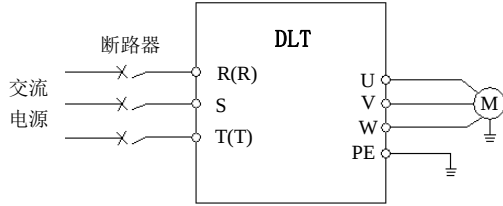

图 3-3 主回路简单配线
- (1) 接线前,确保已完全切断电源 10 分钟以上,否则有触电危险。
- (2) 严禁将电源线与变频器的输出端 U、V、W 连接。
- (3) 变频器本身机内存在漏电流,为保证安全,变频器和电机必须安全接地,接地线一般线径为 3.5mm² 以上铜线,接地电阻小于 10Ω。
- (4) 变频器出厂前已通过耐压试验,用户不可再对变频器进行耐压试验。
- (5) 变频器与电机之间不可加装电磁接触器和吸收电容或其它阻容吸收装置,如图 3-3。
- (6) 为提供输入侧过电流保护和停电维护的方便,变频器应通过中间断电器与电源相连。
- (7) 继电器输入及输出回路的接线(X1~X6、FWD、REV、OC、DO),应选用 0.75mm² 以上的绞合线或屏蔽线,屏蔽层一端悬空另一端与变频器的接地端子 PE 相连,接线长度小于 50m。